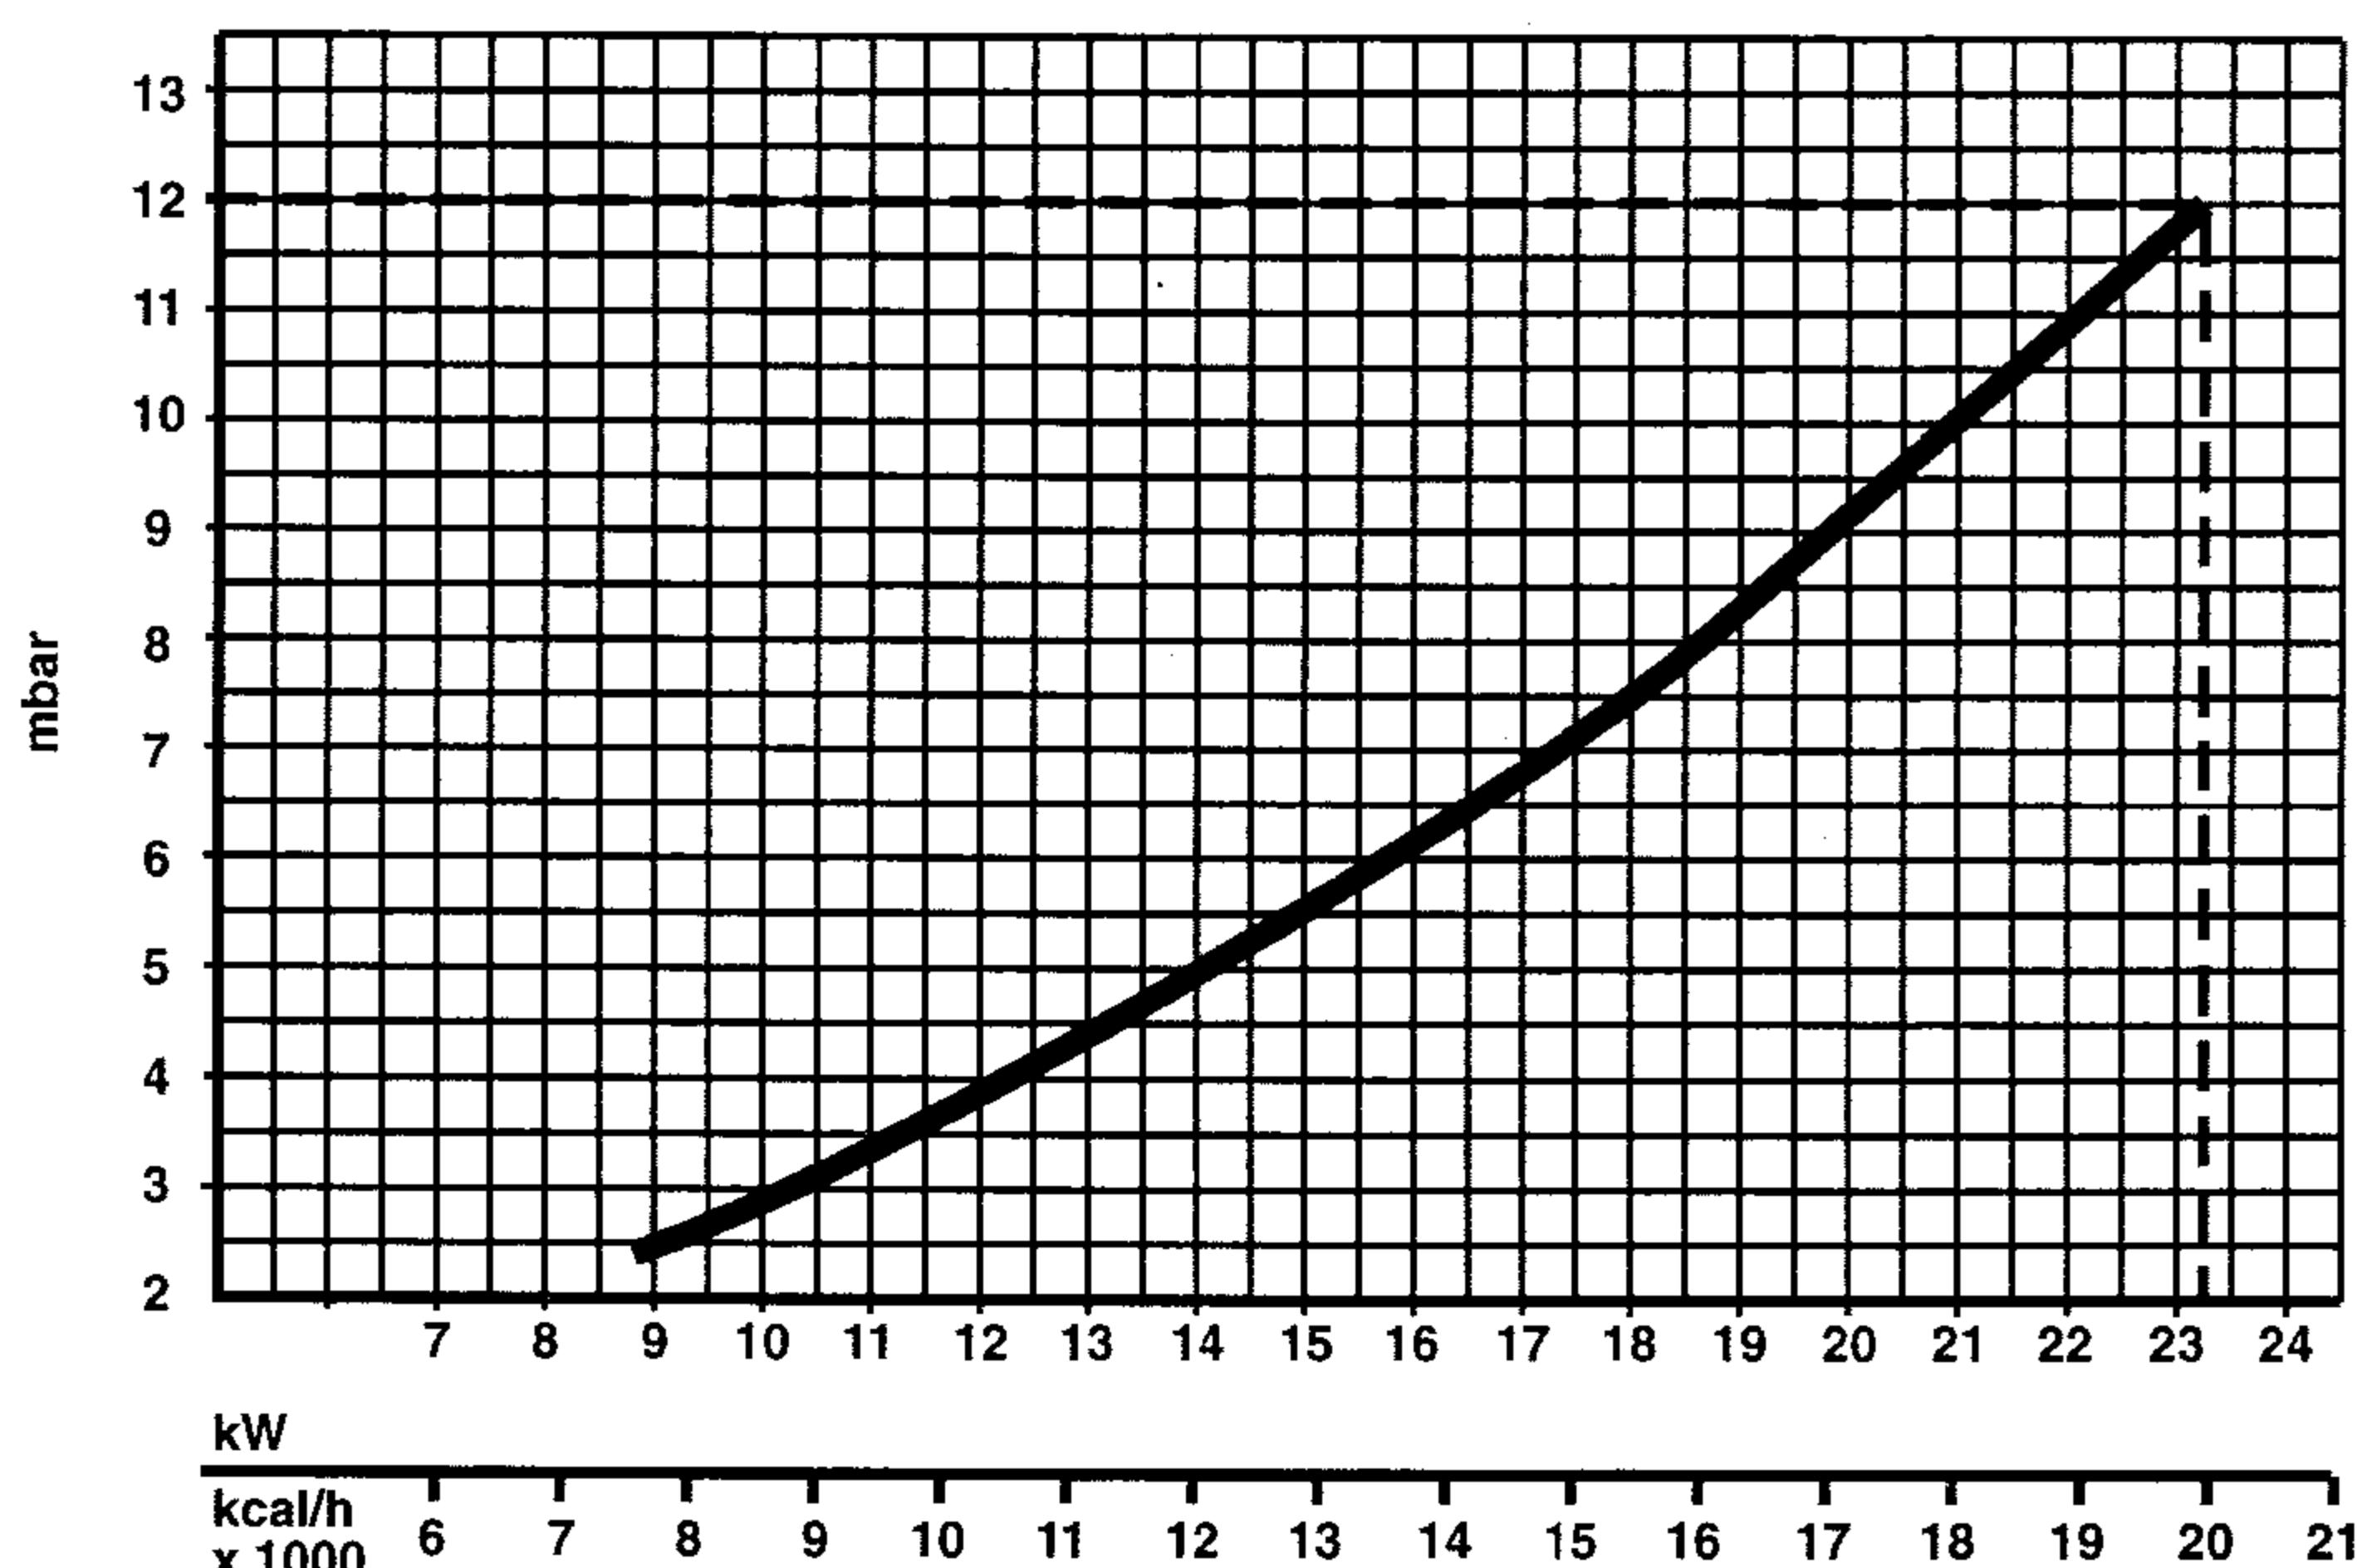

Fig. 4
N.B. - Le pressioni gas al bruciatore e le portate gas nella **fase di riscaldamento impianto** indicate in tabella si riferiscono alla **potenza nominale della caldaia**: volendo ridurre tale potenza (ove possibile), è necessario diminuire la pressione del gas, riferendosi ai diagrammi di fig. 4 - 5 - 6.
Sulle caldaie è possibile regolare la portata termica del focolare e di conseguenza la potenza termica resa all'acqua di riscaldamento agendo unicamente sulla regolazione del bruciatore principale attraverso la scheda elettronica (fig. 15). La potenza resa al sanitario rimane invariata. I diagrammi (fig. 4 - 5 - 6) indicano la variazione della potenza termica resa all'acqua al variare della pressione di funzionamento del bruciatore. Poder adeguare la potenza della caldaia alle effettive esigenze di riscaldamento, significa soprattutto ridurre le dispersioni e quindi risparmiare combustibile. Inoltre, con la variazione di potenza regolamentata anche dalla normativa, le caldaie mantengono pressoché inalterati i valori di rendimento e le caratteristiche di combustione.